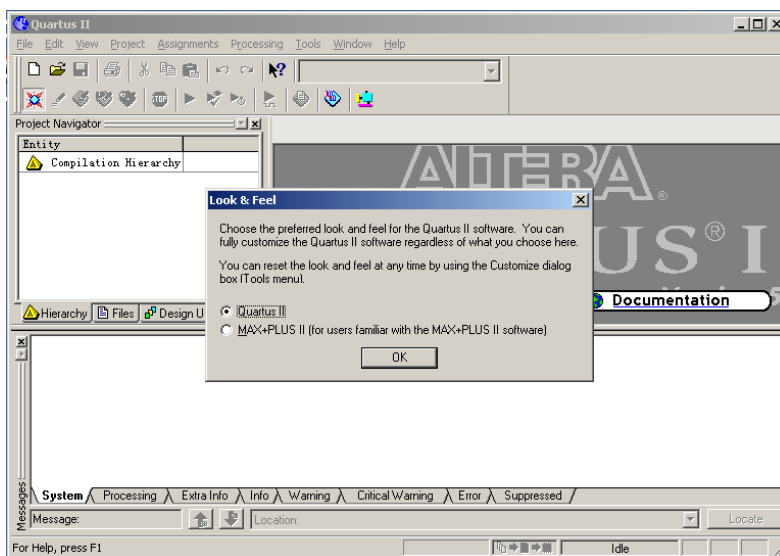
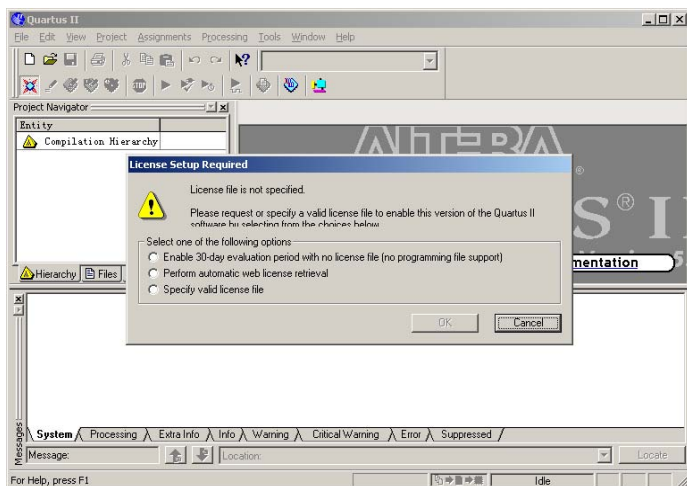

图 3-15 QUARTUSII 软件打开界面
图 3-16 授权方式选择
(2) 将光盘中的 SYS-CTP.DLL 文件复制到 QuartusII5.1 所在的安装路径下的 BIN 子目录下。如按照上面的按装信息则应将该文件复制到路径 C: / altera/ quartus51/Bin 目录下，覆盖原来该目录下的 SYS-CTP.DLL 文件。
(3) 在计算机的开始菜单中或者双击电脑桌面上 **QuartusII** 软件的图标，打开已安装好的 **QuartusII** 软件来进行 QuartusII 软件的授权与注册，第一次打开 **QuartusII** 软件则会出现如图 3-15 所示的提示信息。
(4) 在图 3-15 所出现的提示信息是表示 **QuartusII** 软件是用 **QuartusII** 的界面打开还是用 **MAXPLUSII** 的界面来打开 **QuartusII** 软件。选取其中的一项后，点击 OK 出现如图 3-16 所示的授权方式选择界面。
(5) 首次启动 **QuartusII** 软件，因为还没有安装授权文件，会出现如图 3-16 的提示信息。给出了三种选项：第一项为执行 30 天的评估版模式，第二项为从 altera 公司网站自动提取授权以及指定一个有效的授权文件的位置。第三项为授权文件的安装选项。选取第三项，出现如图 3-17 所示的提示对话框。